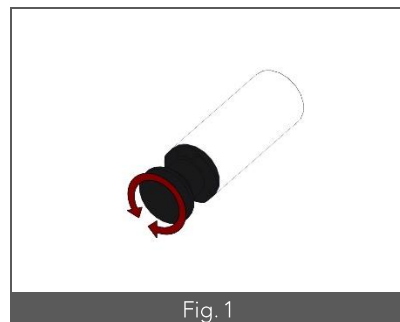

Fig. 1
- Actionner le commutateur (Fig. 1 – Rep. 4) du bac désiré pour mettre la fonction en service. Le voyant vert (Fig. 1 – Rep. 1) s'éclaire.
- Actionner le thermostat (Fig. 1 – Rep. 5) dans le sens horaire. Le voyant ambre (Fig. 1 – Rep. 3) s'éclaire, indiquant la chauffe du bain d'huile.